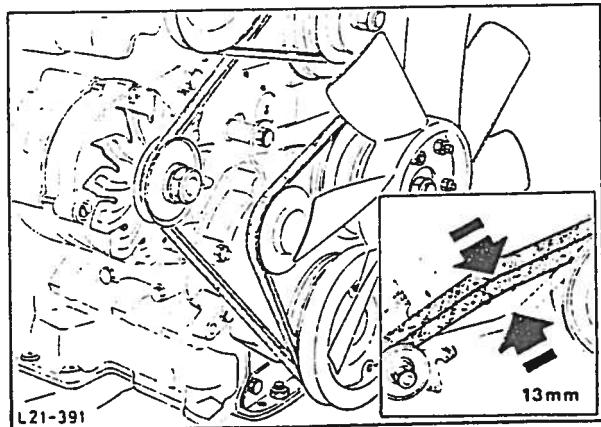

Fig. 97 Tilstramming av vekselstrømsdynamoens drivrem.
10. Monter og juster vekselstrømsdynamoens viiterem. Skru på viiteremmens spennhjul. Monter og juster remmen, fig. 97.